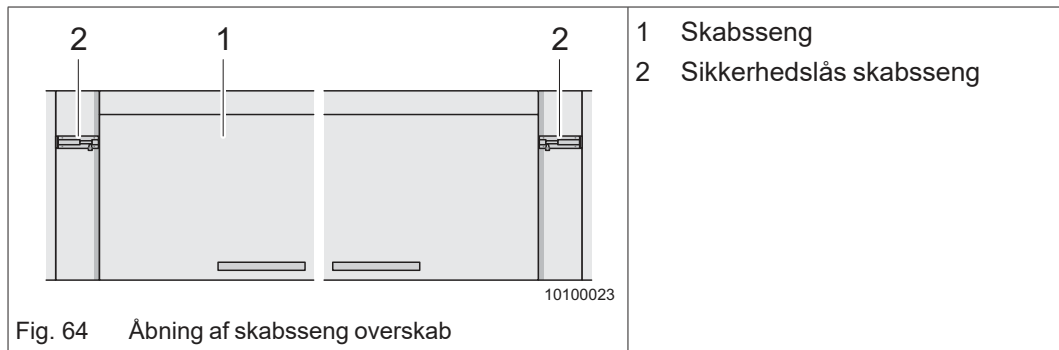

Fig. 64 Åbning af skabsseng overskab
- ➔ Tøm skabssengens overskab (Fig. 64/1).
- ➔ Sørg for at holde overskabet med den ene hånd, og åbn sikkerhedslåsene (Fig. 64/2) i højre og venstre side med den anden hånd.